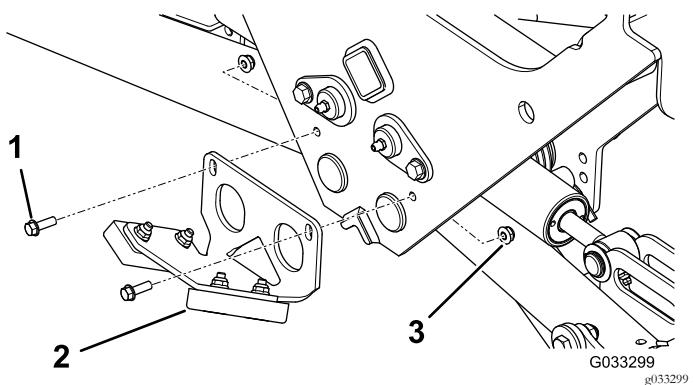

Figura 21
2. Montate il gruppo paraurti posteriore come mostrato nella Figura 21.